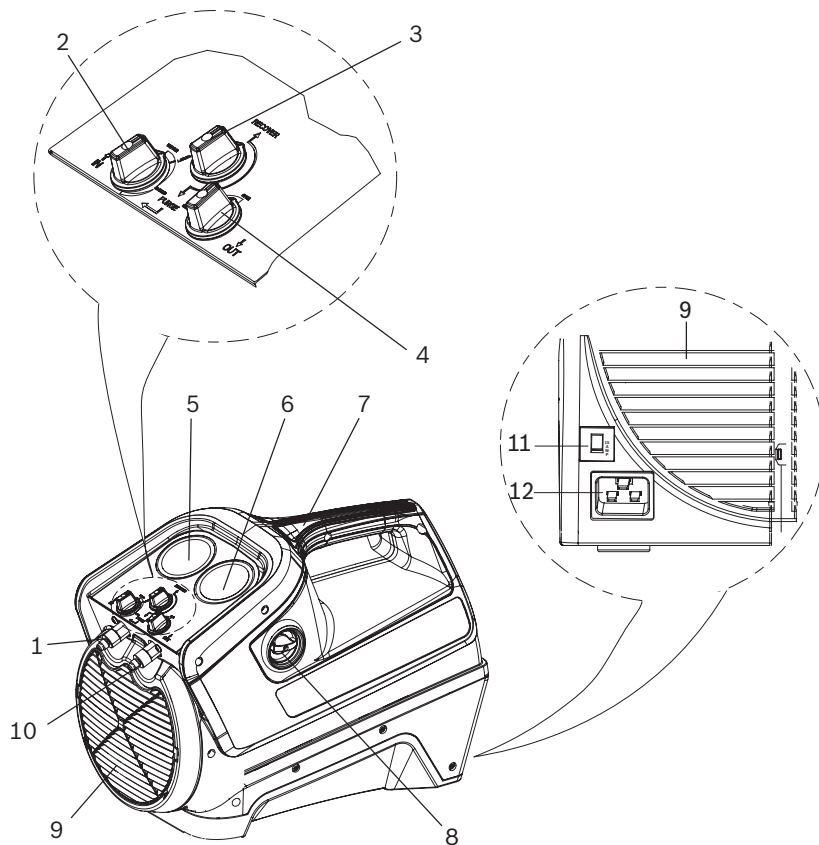

Abb. 1: RG8.0 / RG4.0 - Übersicht
- Einlassöffnung (Abb. 1, Pos. 1) - Dient zum Anschluss des RG8.0 / RG4.0 an eine Klima- oder Kälteanlage über einen Filter
- Auslassöffnung (Abb. 1, Pos. 10) - Dient zum Anschluss des RG8.0 / RG4.0 an den Kältemittelbehälter.
- Einlassregelventil (Abb. 1, Pos. 2) - Dient zum:
- Auslassregelventil (Abb. 1, Pos. 4) - Dient zum Regeln des Kältemittelabflusses vom RG8.0 / RG4.0 zum Kältemittelbehälter
- Absaug-/Spülventil (Abb. 1, Pos. 3) - Dient zum:
- Einlassmanometer (Abb. 1, Pos. 5) - Misst den Druck am Einlass des RG8.0 / RG4.0.
- Auslassmanometer (Abb. 1, Pos. 6) - Misst den Druck am Auslass des RG8.0 / RG4.0.
Der Hauptschalter (Abb. 1, Pos. 8) dient zum Ein-/ Ausschalten des RG8.0 / RG4.0.